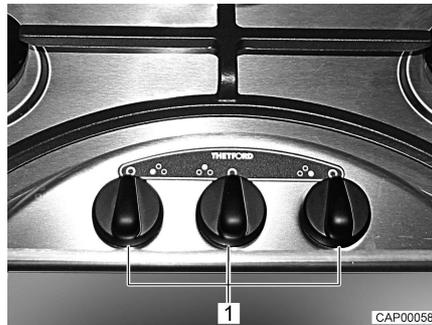

Bild 87 Bedienelemente für Gaskocher
- Drehregler (Bild 87,1) der gewünschten Brennstelle auf Zündposition (große Flamme) drehen.